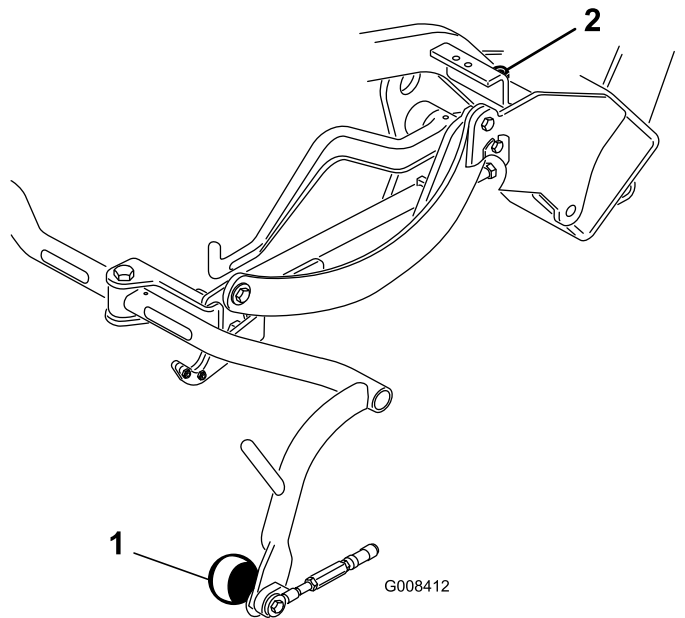

Bild 6
- Sollte eine Einstellung erforderlich sein, lösen Sie die Klemmmutter an der Anschlagsschraube des Trägerrahmens (**Bild 6**) und drehen Sie die Schraube nach oben oder unten, um den Trägerrahmen anzuheben oder abzulassen. Ziehen Sie die Klemmmutter an, um die Einstellung beizubehalten.